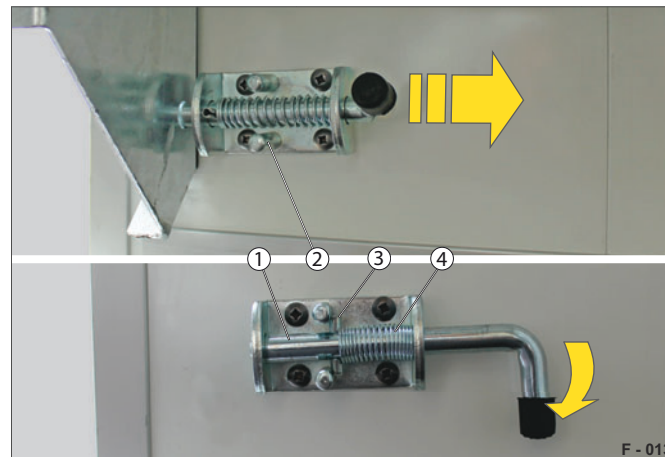

Abb. 9 Verriegelung lösen
- ▶ Ziehen Sie am Riegelbolzen (Abb. 9/1).
- ▶ Drehen Sie den Riegelbolzen gleichzeitig um 90° und arretieren Sie den Sicherungstift (Abb. 9/3) hinter den Raststiften (Abb. 9/2).